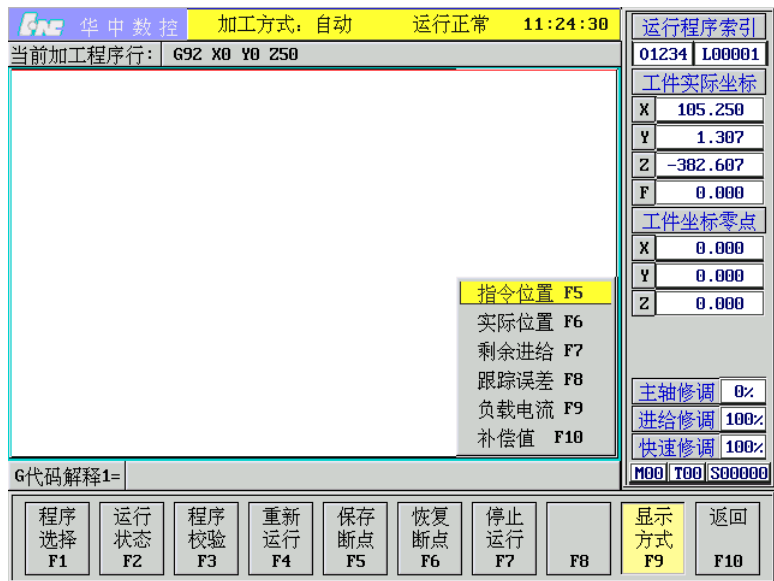

图 8.2.4 选择显示值
- (2) 按 Enter 键，弹出如图 8.2.4 所示显示值菜单；